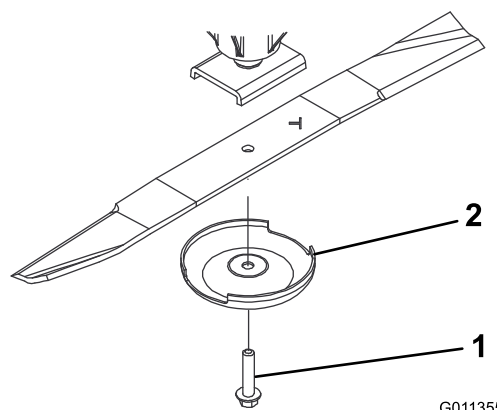

Figura 96
2. Sujete el extremo de la cuchilla usando un paño o un guante grueso. Retire del eje de la cuchilla el perno de la cuchilla, el protector de césped y la cuchilla (Figura 96).
3. Instale la cuchilla, con la vela hacia la carcasa de corte, con el protector de césped y el perno de la cuchilla (Figura 96). Apriete el perno de la cuchilla a 115–149 N·m.
Si se permite que la cuchilla se desgaste, se formará una hendidura entre la vela y la parte plana de la cuchilla (Figura 96). Con el tiempo, una parte de la cuchilla puede desprenderse y ser arrojada desde debajo de la carcasa, posiblemente causando lesiones graves a usted o a otra persona.